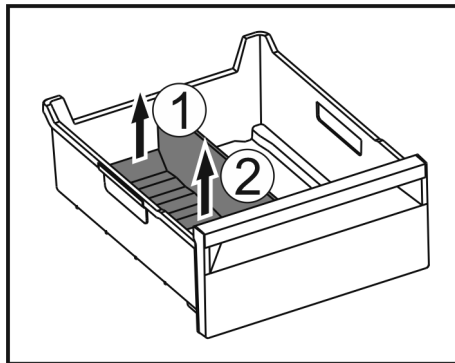

Fig. 138
- ▶ Повдигнете задната част на разделителя на отделението за лед. Fig. 138 (1)
- ▶ Извадете разделителя на отделението за лед нагоре. Fig. 138 (2)